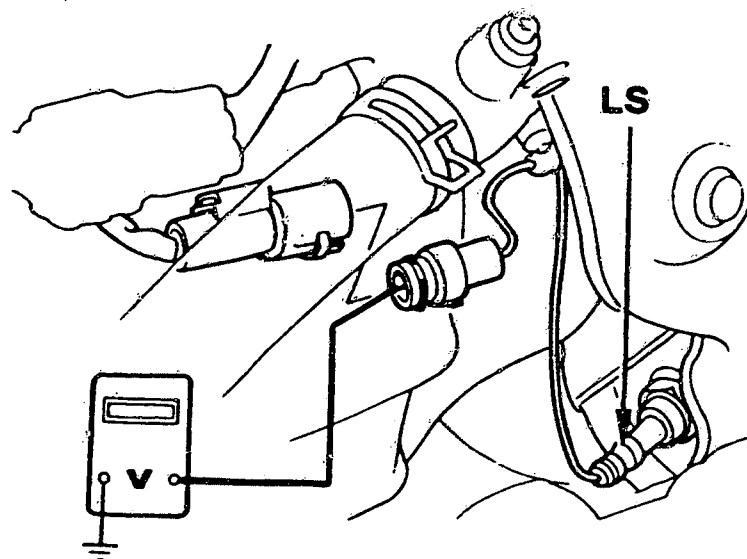

Bild 24 Ausmessen der Lambdasonde (LS) mit dem Voltmeter.
- Am betriebswarmen Motor Sondensteckverbindung abziehen und zwischen Stecker und Masse ein Voltmeter anschliessen (Bild 24). Beim Beschleunigen des Motors mit weitgeöffneter Drosselklappe soll eine Spannung von über 0.6V, während dem Verzögern ab 5000/min bei geschlossener Drosselklappe von unter 0.4V gemessen werden. Wenn nicht, ist die Lambda-Sonde zu ersetzen.